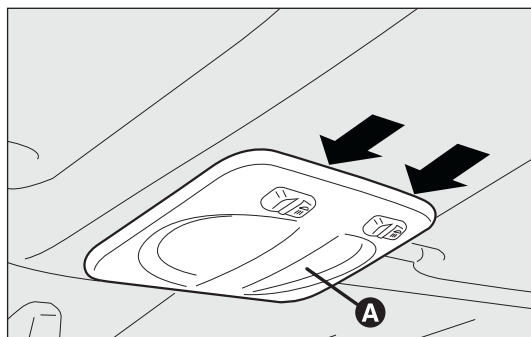
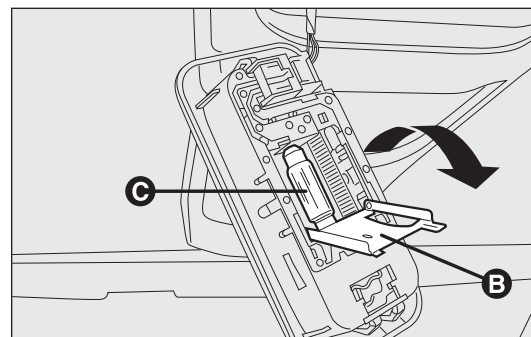

fig. 152
fig. 153
- ☐ agir sur les points indiqués par les flèches et enlever le plafonnier A-fig. 152 ;
- ☐ ouvrir le volet de protection B-fig. 153 ;
- ☐ remplacer les lampes C-fig. 153 en les dégageant des contacts latéraux et en s'assurant que les nouvelles lampes sont correctement bloquées entre les contacts proprement dits ;
- ☐ refermer la trappe B-fig. 153 et fixer le plafonnier A-fig. 152 dans son logement, puis vérifier qu'il soit bien bloqué.